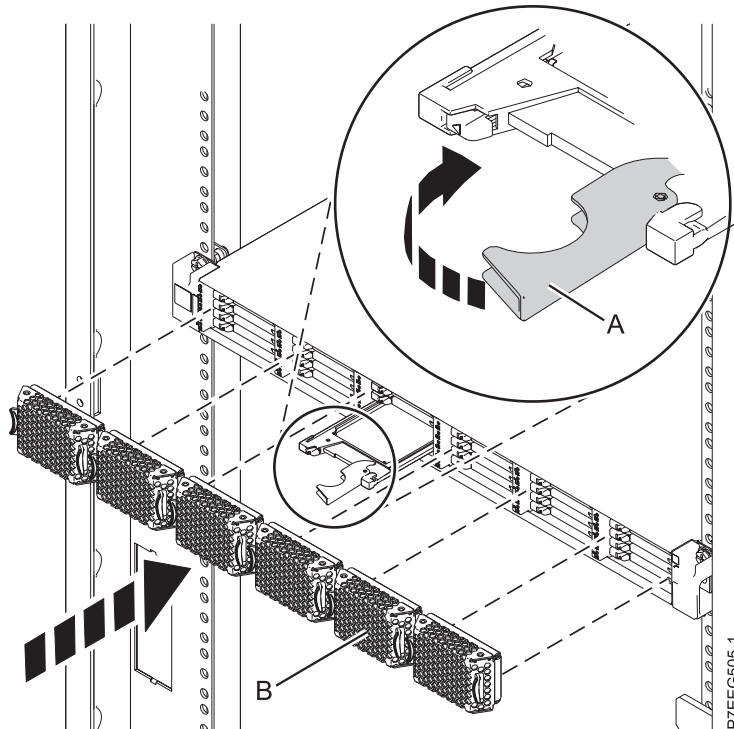

Figura 16. Instalación de una unidad de estado sólido en Alojamiento de almacenamiento PCIe de EDR1
1. Con el asa en la posición de desbloqueo, alinee la unidad de estado sólido con los rieles de guía del alojamiento. Consulte Figura 16 en la página 29,
3. Gire el asa (A) hasta la posición de bloqueo, como se muestra en Figura 16 en la página 29.
4. Instale la placa frontal (B).